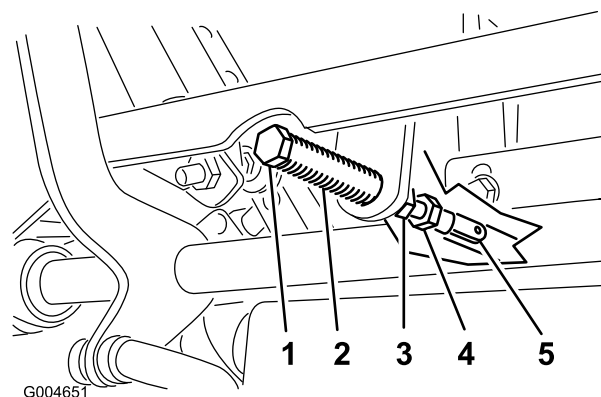

図 83
5. クレビスピンピボットシャフトの上のアームについているがスロットの端部に接触するスプリングに圧力が掛かり始める位置まで、図 83のようにレバーを手前に引く。
7. 調整が必要な場合は、ジャムナットをゆるめて調整ナットをヨーク側に移動できるようにする(図 83)。
8. コントロールレバーを軽く手前後退側に引きながら、調整ボルトを回して、コントロールレバーがちょうどニュートラル固定位置にくるように調整する(図 83)。
9. ナットとジャムナット 図 83 を締め付ける。
10. ボールジョイント部でジャムナット(図 83)を締めつける。